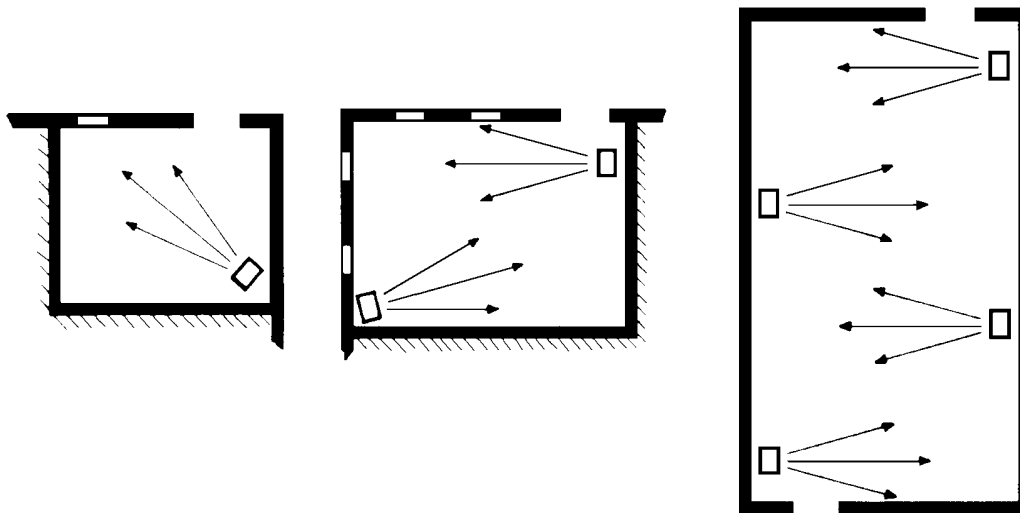

Рисунок 15 – Пример размещения воздухонагревателей
- при установке нескольких воздухонагревателей без системы подающих труб, где возможно, создать чередующиеся потоки воздуха (смотри Рисунок 15).